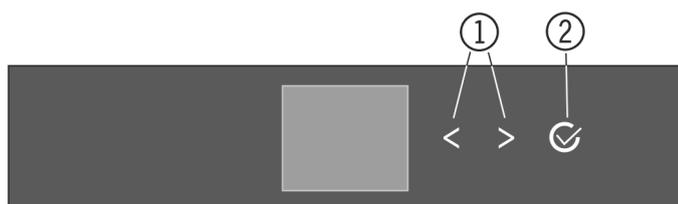
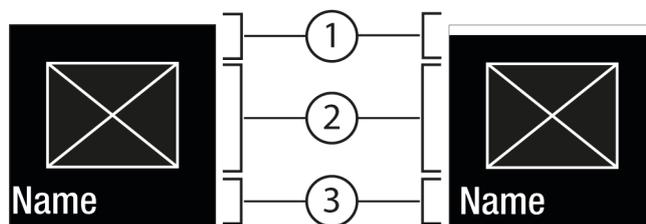
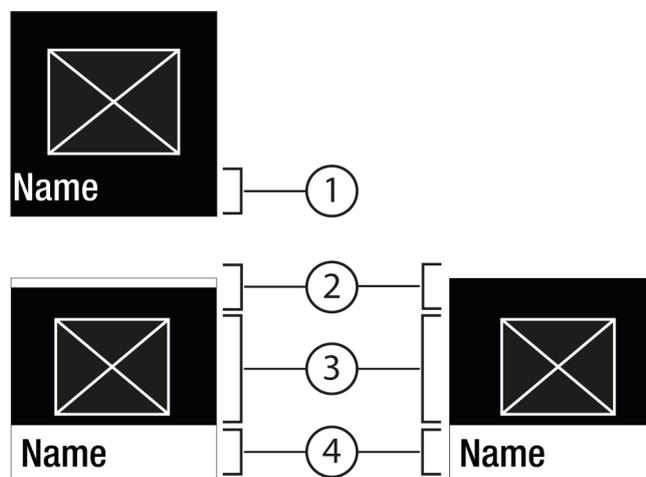

Fig. 5
Fig. 6
Fig. 7
- (1) Flechas de navegación izquierda / derecha (2) Confirmar
Flechas de navegación izquierda / derecha Fig. 5 (1):
Confirmar Fig. 5 (2):
- Navegación con la flecha de navegación izquierda / derecha Fig. 5 (1).
- Acceso al Submenú Fig. 5 (2) con Confirmar Fig. 5 (4).
- Ajuste de nuevo valor: Selección de un valor desactivado Fig. 5 (2) con Confirmar Fig. 6 (1).
- Regreso al menú: Selección del valor ya activado Fig. 5 (2) con Confirmar Fig. 6 (2).
- ▶ Pulse las flechas de navegación *Fig. 5 (1)* las veces necesarias hasta que se muestre la .
- ▶ Pulse Confirmar *Fig. 5 (2)*.
- ▶ Pulse las flechas de navegación las veces necesarias *Fig. 5 (1)* hasta que se muestre la función.
- ▶ Utilice las flechas de navegación *Fig. 5 (1)* para seleccionar el valor de configuración.
- ▷ Estado: activado *Fig. 6 (1)* aparece brevemente en el submenú *Fig. 7 (4)*.
- ▶ Pulse las flechas de navegación *Fig. 5 (1)* hasta que se muestren los ajustes
- ▶ Pulse las flechas de navegación *Fig. 5 (1)* hasta que se muestre el ajuste deseado.
- ▶ Pulse Confirmar *Fig. 5 (2)* durante 3 segundos.
- ▶ Pulse las flechas de navegación *Fig. 5 (1)* hasta que aparezcan los ajustes
- ▶ Pulse las flechas de navegación *Fig. 5 (1)* hasta que se muestre la información del aparato en la pantalla.